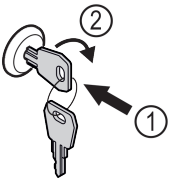

Fig. 126
- ▶ 按入钥匙 Fig. 126 (1)。
- ▶ 将钥匙顺时针转动 90° Fig. 126 (2)。